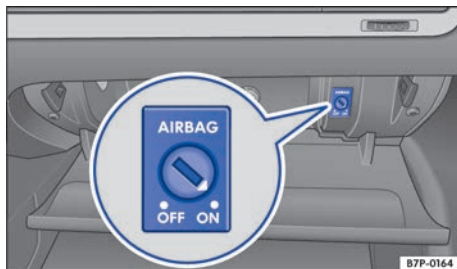

Fig. 17 En la guantera: conmutador de llave para activar y desactivar el airbag frontal del acompañante.
- Introduzca la llave de emergencia en el conmutador de llave situado en la guantera → fig. 17 hasta el segundo encastre. Aprox. 3/4 de la llave se encuentran entonces dentro del conmutador → ⓪.